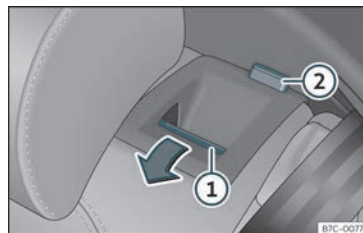

Fig. 102 Seient posterior:abatre el respallier.
- Estireu la tecla de desbloqueig »» **fig. 102** ① cap endavant i feu abatre el respatllet al mateix temps. El respatllet del darrere està desbloquejat quan es veu una marca vermella a la tecla ②.